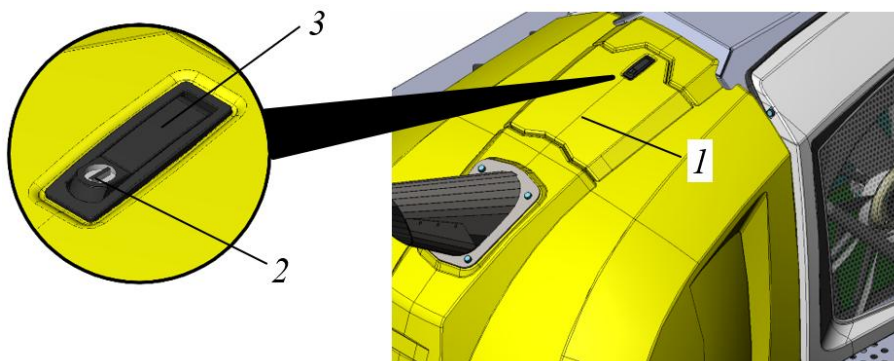

Рисунок 5.46. Процедура открытия лючка капота моторного отсека
Фильтрующий элемент в сливной линии размещен в гидравлическом баке под лючком капота моторного отсека, см. поз. 1 рис. 5.46. Для открытия лючка необходимо:
- ▶ Закрыть лючок капота 1, рис. 5.46.